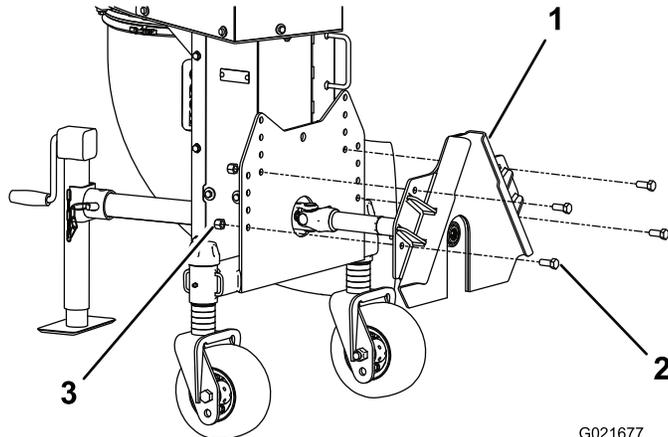

図 11
2. ブローのフレームに取り付けプレートを取り付ける ; ボルト (1/2 x 1/4 インチ) 4本とロックナット (1/2 インチ) 4個を使用する (図 11)。このとき、取り付けプレートの左右でそれぞれ下側の取り付け穴を使用すること。ボルトを 92-113 Nm (68-82 ft-lb = 9.4-11.3 kg·m) にトルク締めする。